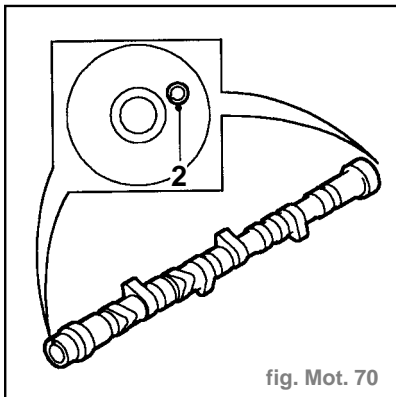

fig. Mot. 70
- Contrôler que les goupilles de commande des pignons de courroie de pompe d'injection et d'arbre à cames ne sont pas endommagées ni usées. Si nécessaire, les remplacer en s'assurant que la partie fendue de la goupille se trouve vers le centre de l'arbre à cames (fig. Mot. 70).